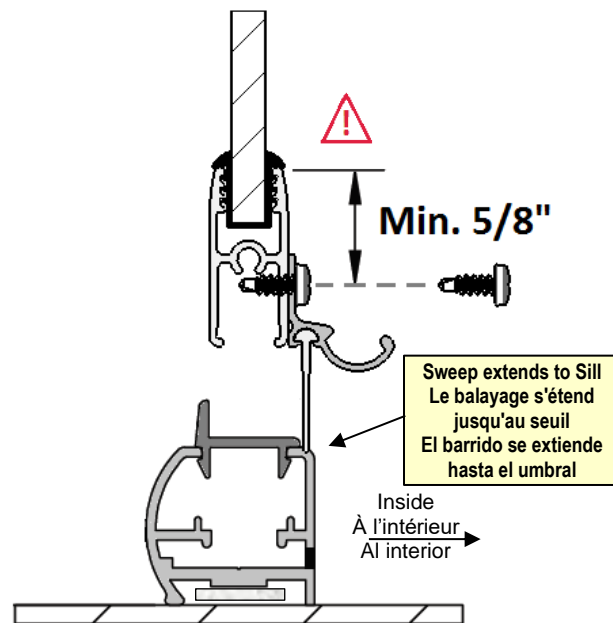
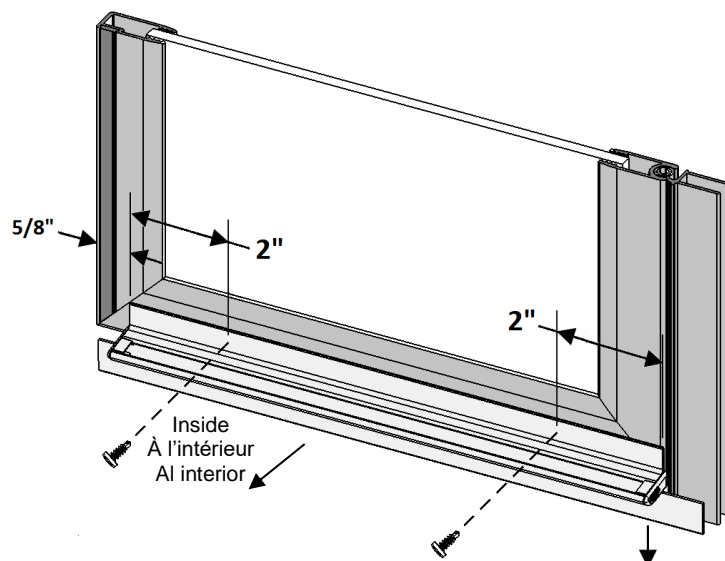

Fig 16a
Fig 16b
1. Remove the tape backing from the **Drip Rail (I1)**. Place the **Drip Rail (I1)** on the bottom rail of the **Door (H)** at 5/8" from the strike side. The **Vinyl Sweep (I2)** should extend to the **Sill (A)**. Angle the **Drip Rail (I1)** down a minimum of 1/8" towards the hinge side for drainage. (Fig 16a/16b)
2. Open and close the **Door (H)** to check for interference between **Vinyl Sweep (I2)** and the unit. Adjust the **Drip Rail (I1)** as necessary.
3. Secure the **Drip Rail (I1)** to the **Door (H)** with two #6 x 3/8" PHPT **Adjustment Screws (M)**. Locate screws 2" from each end. (Fig 16b)
Locate screws a minimum of 5/8" from the top edge of the Door bottom rail. (Fig 16a)
1. Retirez le ruban adhésif du **rail d'égouttement (I1)**. Placez le **rail d'égouttement (I1)** sur le rail inférieur de la **porte (H)** à 5/8" du côté de la gâche. Le **balayage en vinyle (I2)** doit s'étendre jusqu'au **seuil (A)**. Inclinez le **rail d'égouttement (I1)** vers le bas d'au moins 1/8 po vers le côté charnière pour le drainage. (Fig. 16a/16b)
2. Ouvrez et fermez la **porte (H)** pour vérifier les interférences entre le **balayage en vinyle (I2)** et l'appareil. Ajustez le **rail d'égouttement (I1)** si nécessaire.
3. Fixez le **rail d'égouttement (I1)** à la **porte (H)** avec deux **vis de réglage #6 x 3/8" PHPT (M)**. Localisez les vis à 2 po de chaque extrémité. (Fig 16b)
IMPORTANT : NE PAS percer la porte vitrée ! Placez les vis à au moins 5/8 po du bord supérieur du rail inférieur de la porte. (Fig 16a)